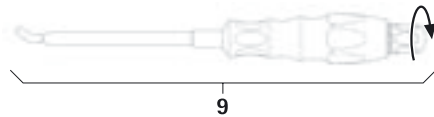

Fig. 15
- Montare lo strumento inseritore per barre **9**, vedere Fig. 15.